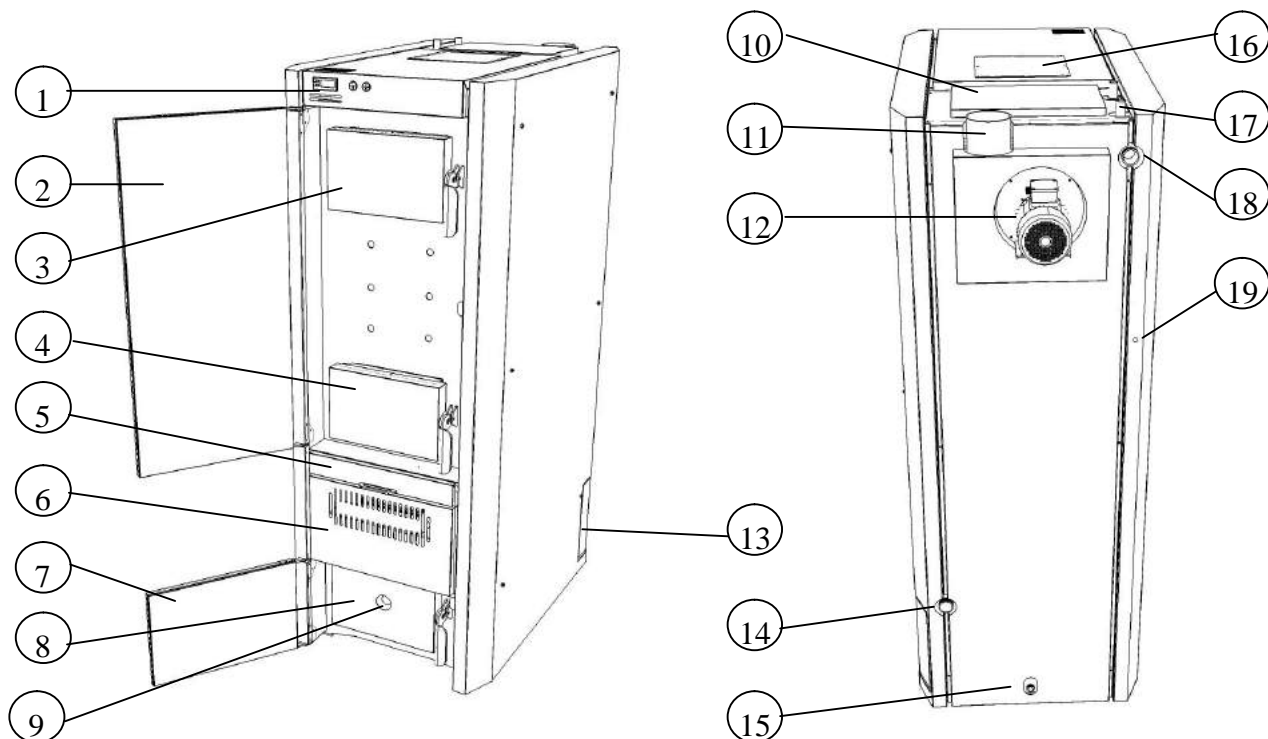

Рисунок 1. Внешний вид Пеллетрон-LF.
**Внешний вид котла приведен на рис. 1**